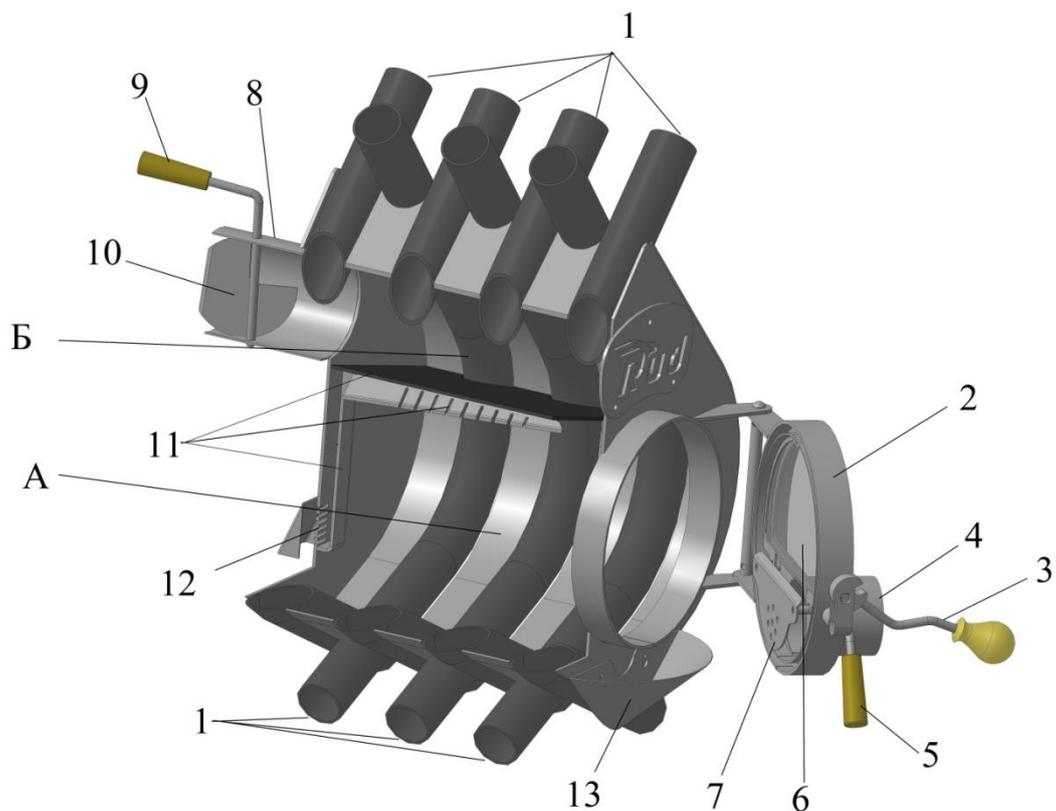
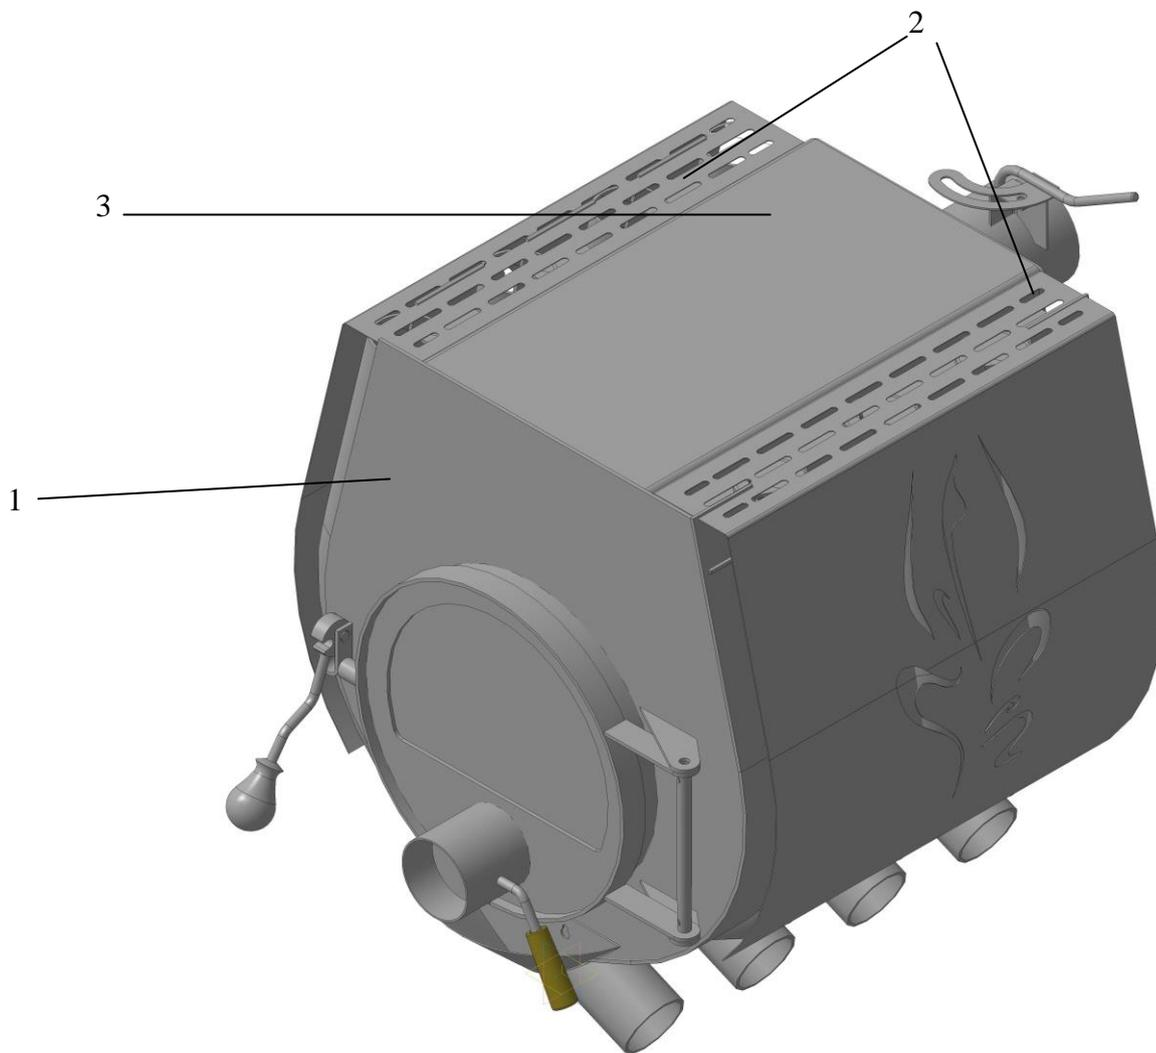

Рис. 1. ПЕЧЬ КОНВЕЦИОННАЯ ОТОПИТЕЛЬНАЯ
Рис. 2. ПЕЧЬ КОНВЕЦИОННАЯ С ВАРОЧНОЙ ПОВЕРХНОСТЬЮ
3.1 Печь отопительная конвекционная на твердом топливе выполнена в соответствии с ДСТУ 3075-95 (ГОСТ 9817-95), EN 13240:2001, ТУ У 28.2-38198149-002:2014 и представляет собой двухкамерный отопительный аппарат, в котором методом глеющего горения происходит сжигание топлива. Состав и устройство печи отопительной конвекционной без варочной поверхности и печи отопительной конвекционной с варочной поверхностью представлены на рис.1 и рис.2.
- Остальное – см. рис. 1.